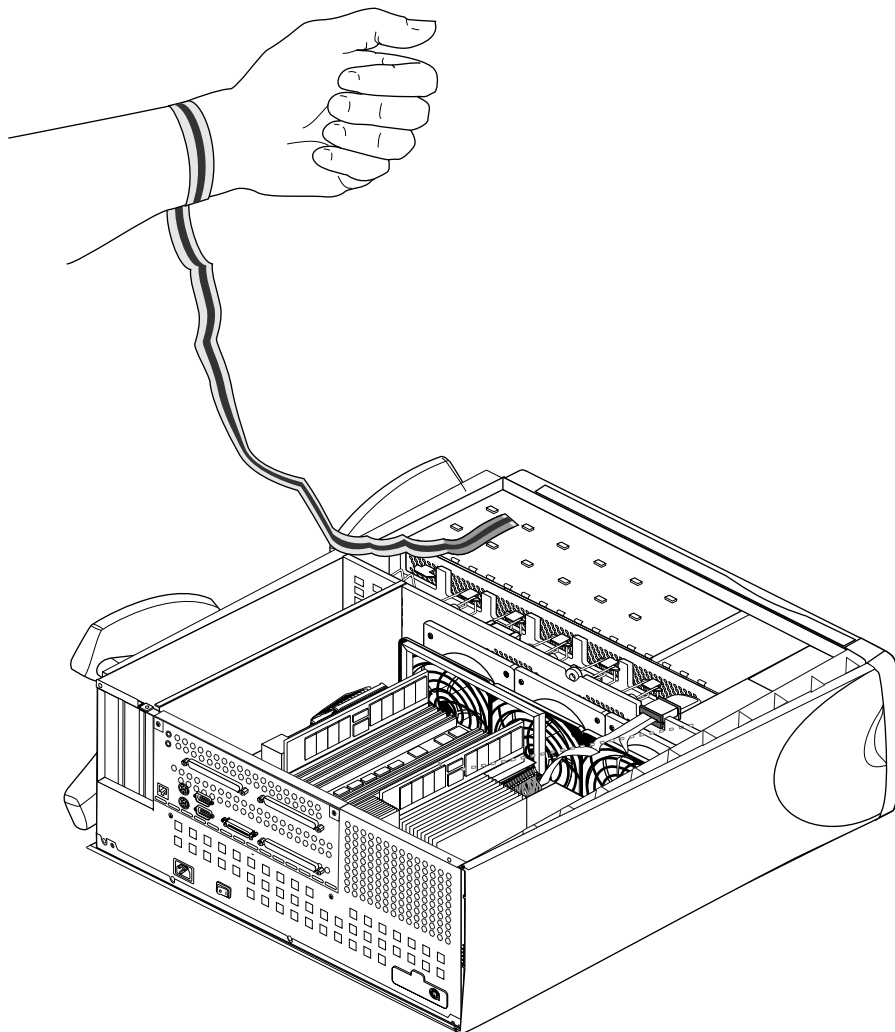

Figure 6-5 Port d'un bracelet antistatique
4. Attachez un bracelet antistatique à votre poignet. La Figure 6-5 montre un exemple de bracelet antistatique jetable.